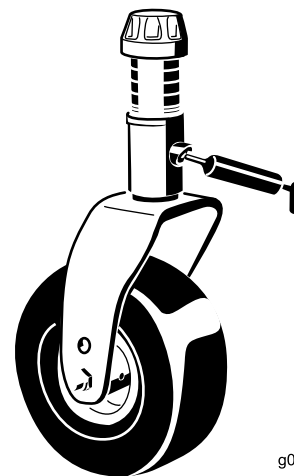

Figure 79
- 2 bagues d'axe de chape de roue pivotante (Figure 79)